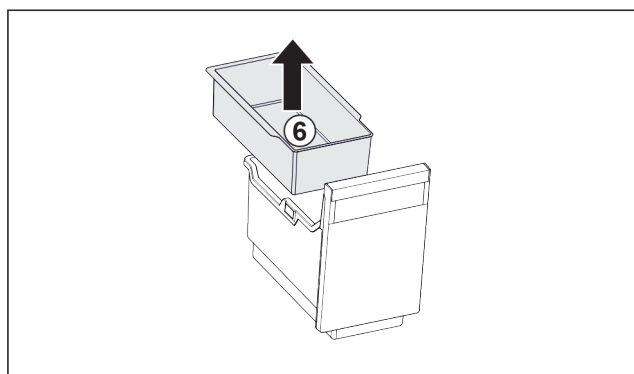

Fig. 101
- Wyj3c p3tk3 zawieszanej Fig. 101 (6).